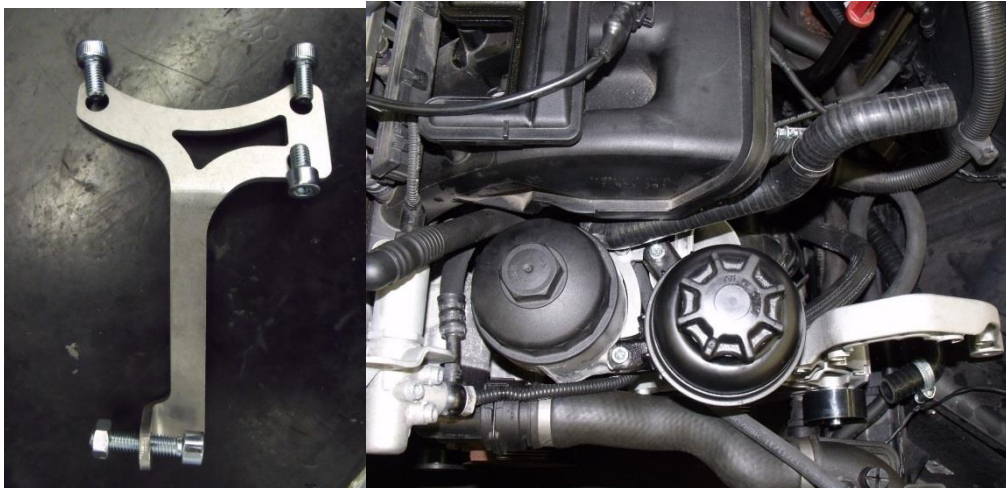

Abbildung 24
3. Kompressor vorbereiten: Montage des Flansch P341-24-15 und der O-Ring Dichtung am Kompressor (Dichtung einfetten). Dabei den Winkel der Abflachung beachten (Abb. 24). Die Abflachung zeigt in die entgegengesetzte Richtung des Druckrohrs und ist auf der Unterseite des Kompressors.